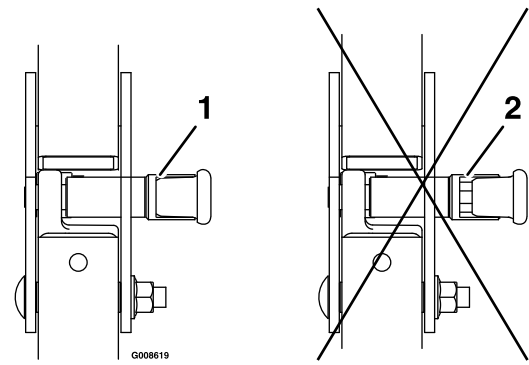

Bild 9
3. Drücken Sie auf den Überrollbügel, um sicherzustellen, dass beide Stifte einrasten (Bild 9).